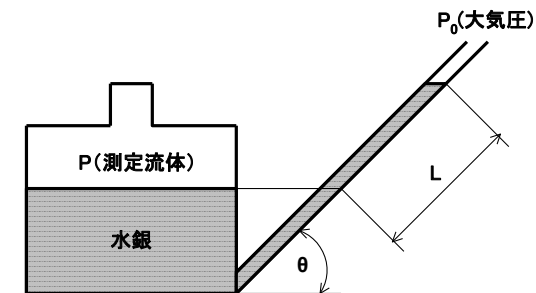

図 3.11 傾斜マノメータの圧力
4. 図 3.11 に示すように、傾斜角度が θ であるマノメータを用いて、未知の測定対象流体の圧力 P を別の液体で計測したい。このとき、測定流体の圧力 P は、マノメータの傾斜角度 θ と、傾斜管の液中長さ L を用いてどのように表されるか。ただし、圧力測定用の流体密度は ρ とする。